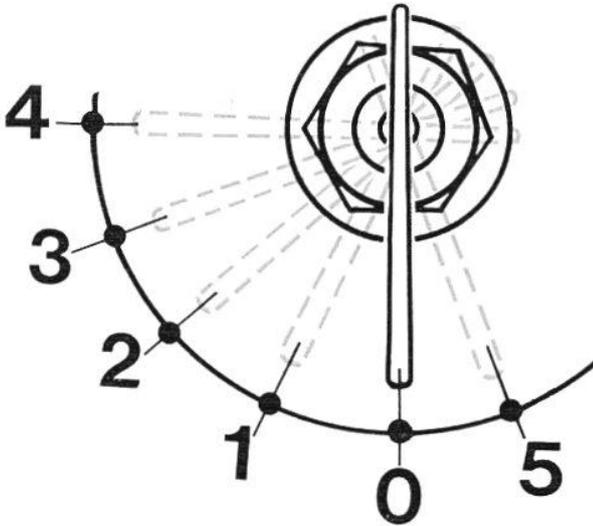

FIG. 4
Dans la mesure où le contacteur général (fig. 4) est au moins en position (1), en appuyant sur le bouton (1) on assure la liaison avec l'avertisseur sonore.
Placé en haut et à droite du tableau de bord, le voyant rouge, marqué « PRESS », s'allume dès que la clé du contacteur général est amenée dans la position « 1 » (voir Fig. 4).